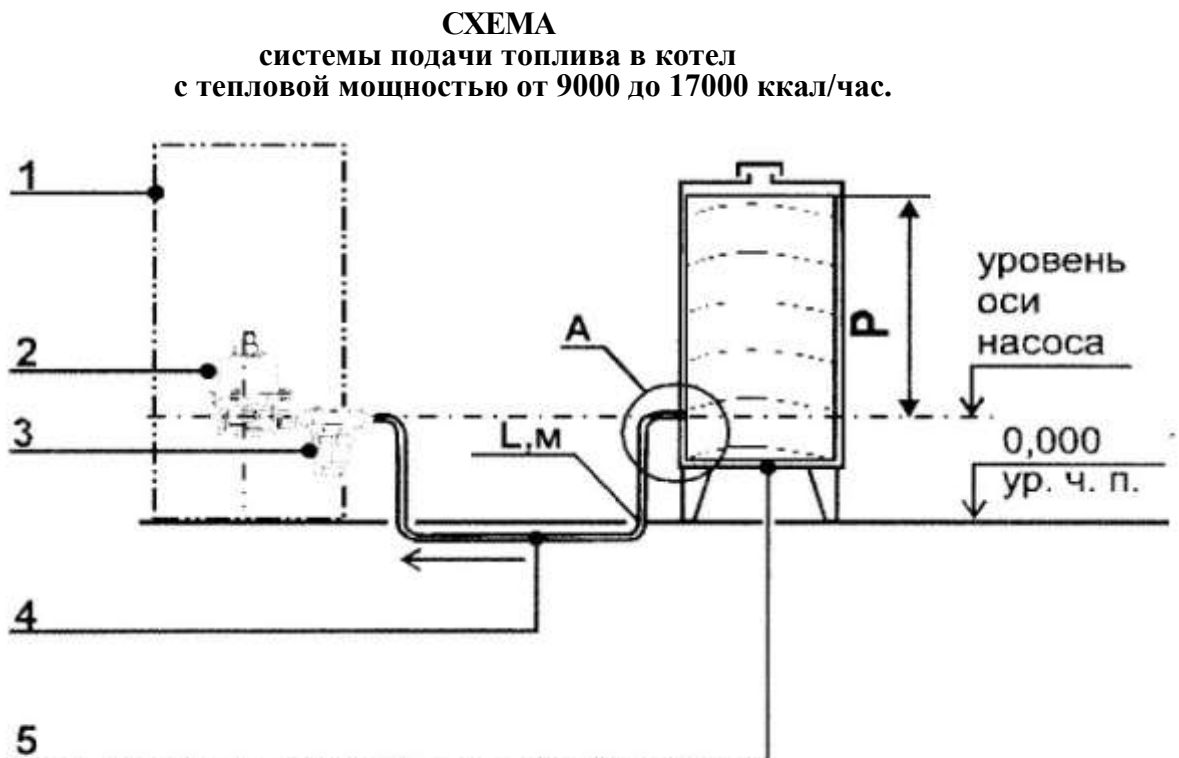

Рис. 32.1.
4.5. Выбор трубопровода по его параметрам, таким как внутренний диаметр, длина трубы, зависит от уровня расположения бака т.р. относительно котла, схемы которых показаны на рис. 32.1., 32.2.